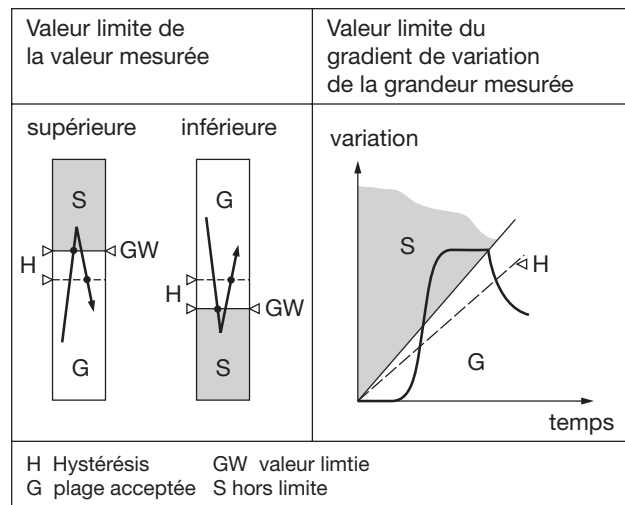

Fig. 3
- Pour surveiller une valeur haute ou basse de la grandeur mesurée située entre -10 et +110%2 (voir fig. 3 à gauche)
entre ±1 et ±50%2/s (voir fig. 3 à droite)